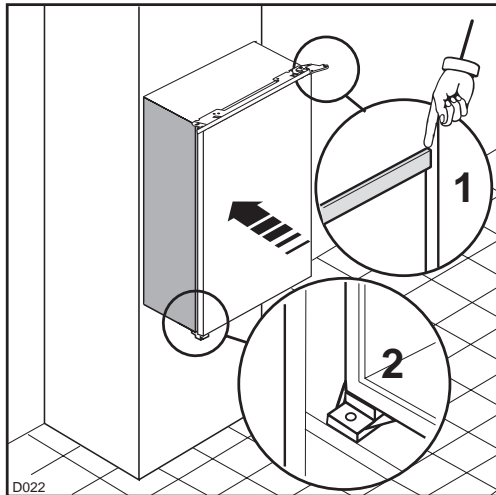

Abb. 7
Abb. 7: Gerät in die Nische einschieben, bis die Anschlagleiste (1) oben am Möbel anliegt und die vordere Kante des Befestigungsscharniers mit der Türöffnungsseite bündig an der Nischenseitenwand ansteht (2).